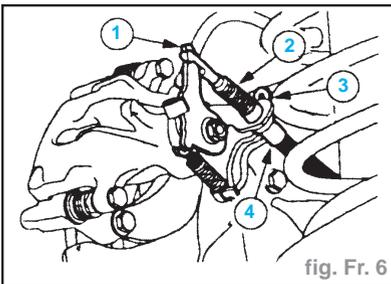

fig. Fr. 6
- Débrancher le câble de frein de stationnement : (fig. Fr. 6)
- tirer le levier de frein de stationnement (1),
- débrancher le câble du levier de frein de stationnement (2),
- déposer le clip de fixation de gaine (3),
- détacher le câble et la gaine (4).
- Brancher le câble de frein de stationnement : (fig. Fr. 6)
- mettre en place le câble et la gaine (4),
- poser le clip de fixation du câble (3),
- brancher le câble sur le levier de frein de stationnement (2).